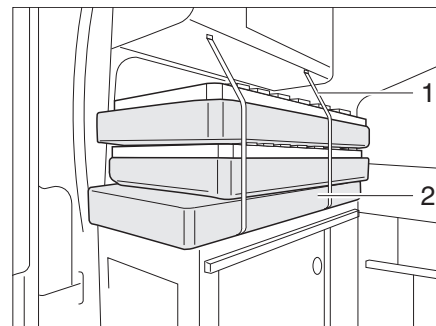

Fig. 49 Smontaggio, variante 2
- Accatastare i cuscini, i materassi ed i telai portamaterasso (Fig. 49,2).
- Fissare il tutto con la cinghia (Fig. 49,1).